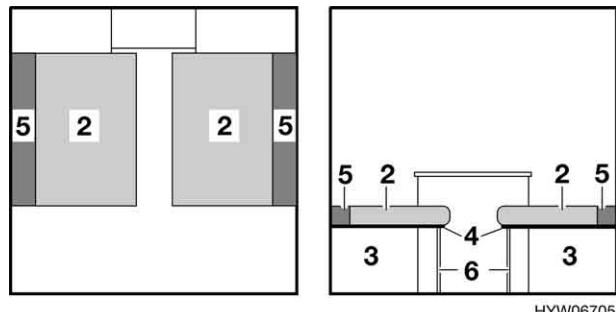

Fig. 50 Dopo la trasformazione
- Aprire i puntelli del telaio portamaterasso (Fig. 50,6).
- Tirare i cuscini del divano (Fig. 50,2) verso il centro.
- Posizionare i cuscini aggiuntivi (Fig. 50,5) tra i cuscini del divano (Fig. 50,2) e la parete esterna.